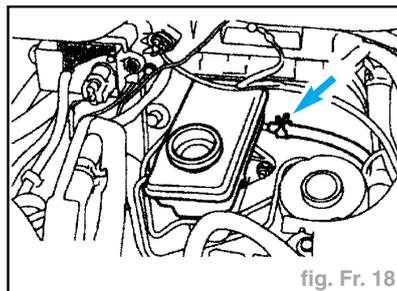

fig. Fr. 18
- Débrancher le flexible d'alimentation d'embrayage (fig. Fr. 18) :